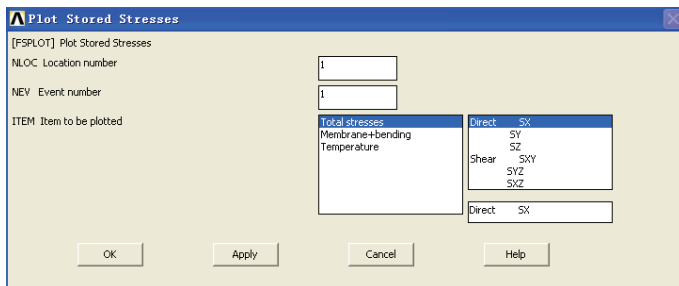
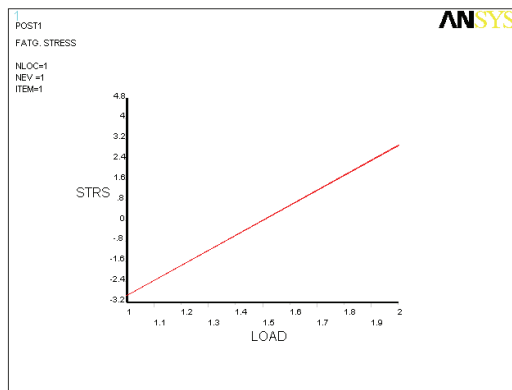

图 7-28 图形显示已存储的疲劳应力对话框
图 7-29 图形显示已存储的疲劳应力曲线
8) 选择 Main Menu | General Postproc | Fatigue | Store Stresses | Plot Stresses 命令，出现 Plot Stored Stresses 对话框，在 NLOC Location number 输入栏中输入 1，在 NEV Event number 输入栏中输入 1，在 ITEM Item to be plotted 选项中选择 Total stresses, Direct SX，如图 7-28 所示，单击 OK 按钮，ANSYS 显示窗口将显示描述疲劳位置和疲劳事件的应力曲线，如图 7-29 所示。